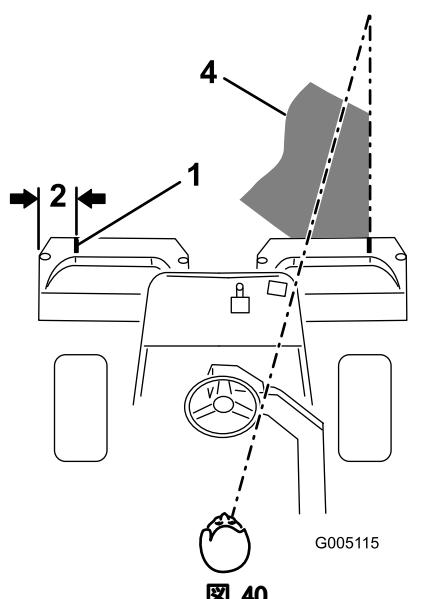
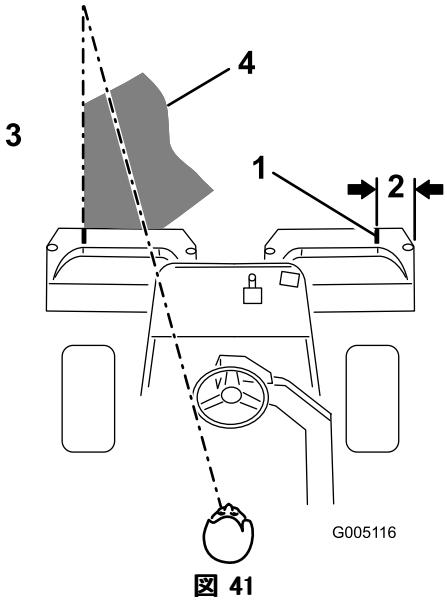

図 40
図 41
- その位置に白色テープか白ペンキで集草箱の縁と平行に目印を入れる（図 40）。
- 行きと帰りでのオーバーラップができるだけ小さくなるように運転します。隣の列との距離を一定に保って直進するには、本機の前方約 2 ~ 3 m を視野に捕らえておくのがポイントです（図 40および図 41）。ハンドルを目印にして距離を合わせても良いでしょう。その場合、ハンドルの縁と本機前方の目標ラインとを重ねて見ながら運転します（図 40および図 41）。